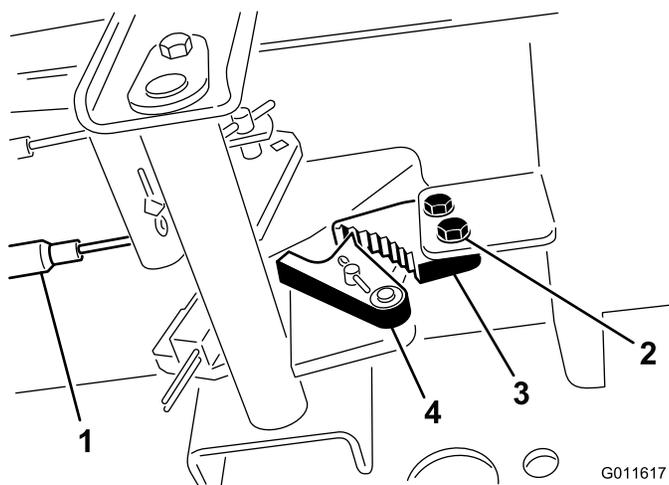

图 110
2. 松开将驻车刹车闩固定到机架的 2 个螺钉（图 110）。
3. 向前踩驻车刹车踏板，直到刹车卡槽完全接合刹车间（图 110）。